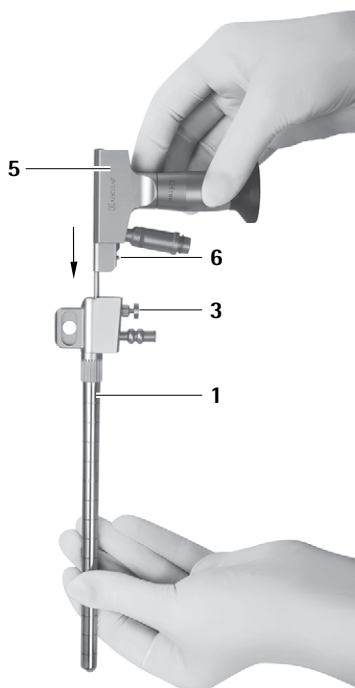

Fig. 2
- Låsa endoskopet 5 i MINOP InVent-troakaren 1, se Fig. 2.